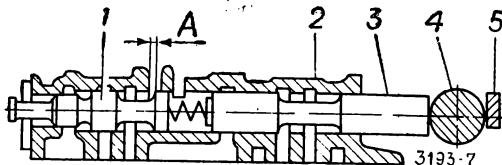

Рис. 24. Проверка регулировки силового регулятора на начальный момент подъема силового давления:
- установить стержень 4 (рис. 24) диаметром 12,5 мм между упором 5 и торцем золотника 3 принудительного включения;